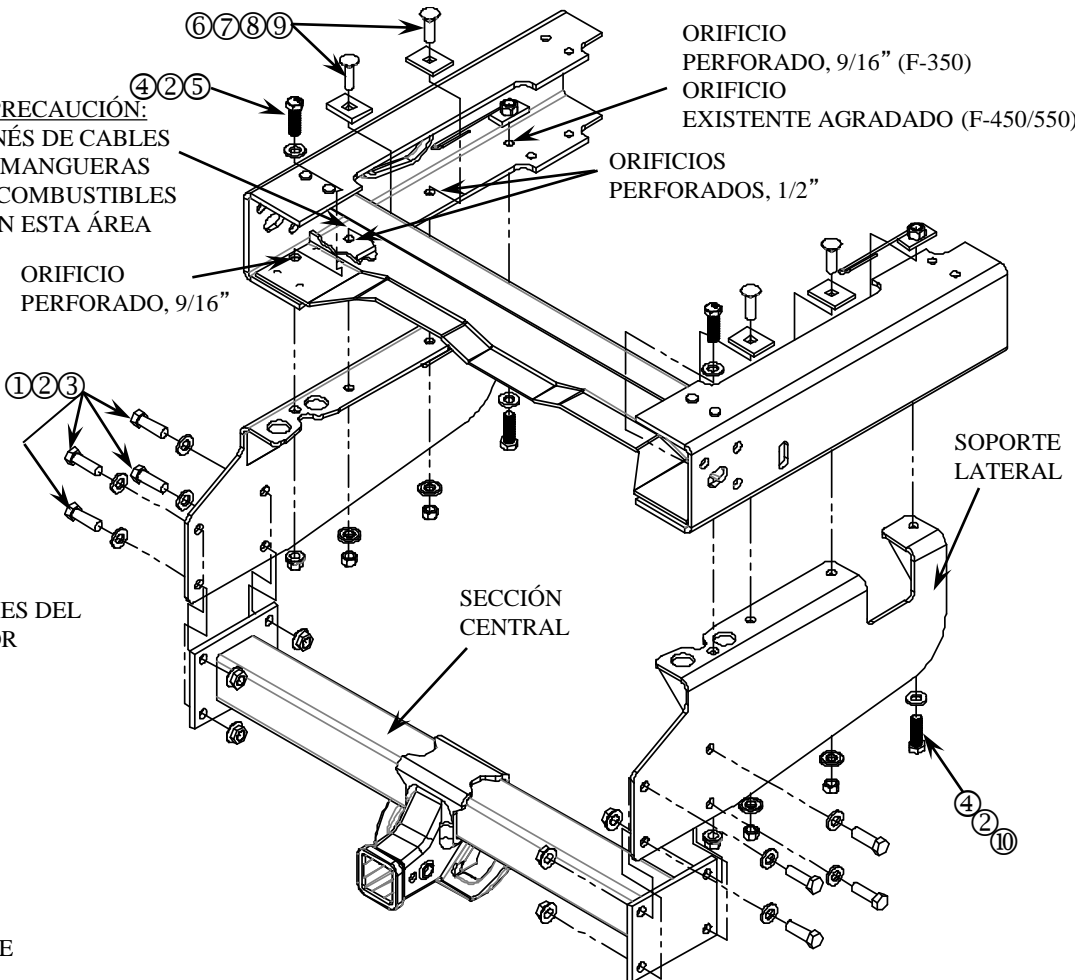

FIGURA 1
4. SIN APRETAR, INSTALE TORNILLOS PARA LOS SOPORTES LATERALES, COMO SE MUESTRA EN LA FIGURA 1.
5. LEVANTE LA SECCIÓN CENTRAL A SU POSICIÓN E INSTALE TORNILLOS COMO SE MUESTRA EN LA FIGURA 1.